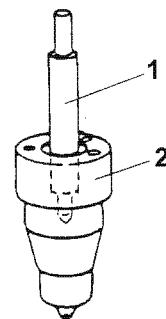

Рис. 34
Прочистите игольчатый клапан с помощью топлива и вставьте наконечник игольчатого клапана (**Рис. 34, (1)**) (на 1/3 всей длины). Убедитесь, что игольчатый клапан опускается под действием своего веса.